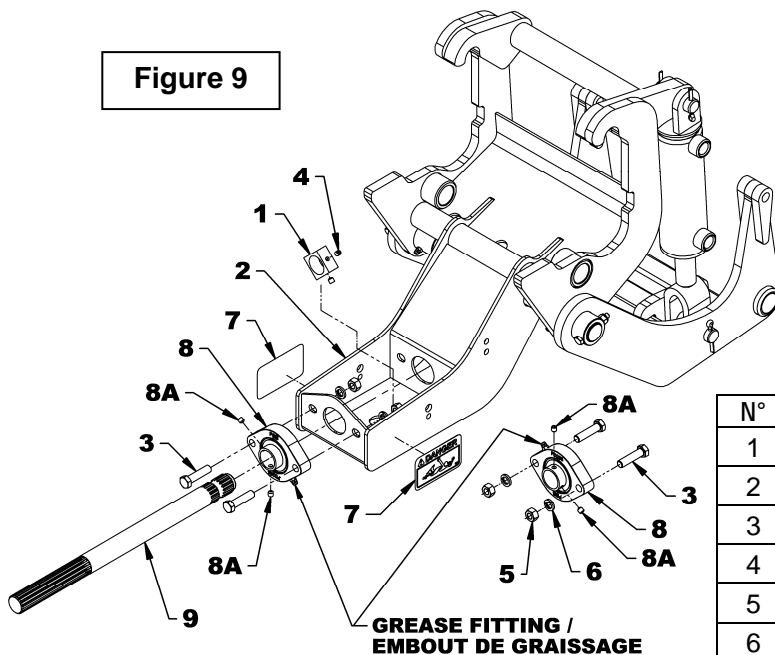

Figure 9
1. Regrouper tous les items énumérés dans le tableau de la figure 9.
2. **Figures 9-9a:** Assurez-vous que les plaques de côtés du sous-châssis sont propres et coller les 2 décalques "DANGER" #799 (item 7) aux endroits indiqués sur les figures 9 et 9a.
3. **Figure 9:** Fixer, en serrant légèrement, les 2 paliers à roulements (item 8) au sous-châssis (item 2) avec 4 boulons hex. 3/8"NC x 1 1/2" lg, rondelles de blocages 3/8" et écrous hex. 3/8"NC (item 3, 6 et 5).
Note : Assurez-vous que les embouts de graissage des paliers à roulements sont positionnés tel qu'indiqué sur la figure 9.
4. **Figure 9:** Retirer temporairement les 4 vis de pression (item 8a) des 2 paliers à roulements (item 8) et insérer l'arbre de sortie 1" x 14 7/8" lg (item 9) dans le palier à roulements arrière (item 8), dans la barre carrée 1 1/4" x 5/8" lg. (item 1) et dans le dernier palier à roulements (item 8).
6. **Figure 9:** Appliquer de l'adhésif à filet (loctite #243) dans les trous filetés des paliers à roulements (item 8) et sur les filets des 4 vis de pression à 6 pans creux 1/4"NF x 1/4" lg (item 8A) et visser fermement sur les 2 paliers à roulements (item 8).
8. **Figures 9 et 9b** : Placer la barre carrée (item 1) vis-à-vis le capteur de rotation (item 10). Appliquer de l'adhésif à filet (loctite #243) dans les trous filetés de la barre carrée (item 1) et sur les filets des 2 vis de pression (item 4) et visser fermement sur la barre carrée (item 1).
10. **Figures 9** : Serrer les 4 boulons hex. 3/8"NC x 1 1/2" lg (item 3) selon la table de spécification des couples à la fin du manuel.